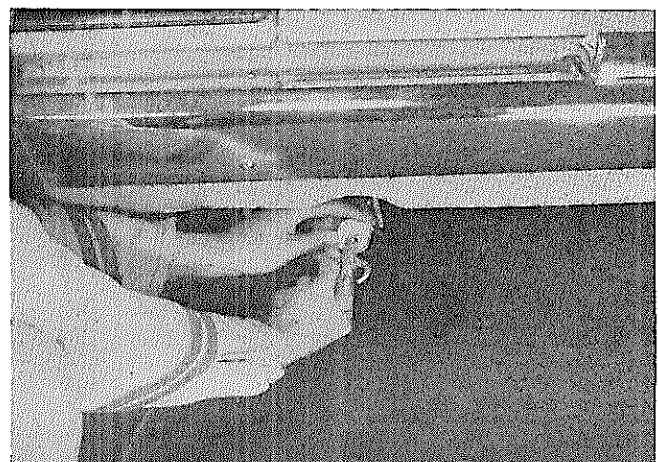

図4-8-29 ガス漏れ点検
(2) ガス漏れ点検を次の方法で行なう。
- ① エンジン回転時に各接続部より漏れがないかを点検する。
- ② ①の方法で確認不十分と思われる場合は、テールパイプより図4-8-29のように 1 kg/cm²の空気を送って各接続部からの空気漏れを点検する。